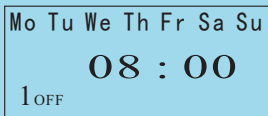

图1b
- B. 按照步骤④、⑤、⑥,使显示屏显示如图1b所示。
- C. 按照步骤⑦,使以后各组的时间在显示屏上显示为“— —:— —”。
- E. 按照步骤⑧、⑨,将开关状态调到“自动”位置。